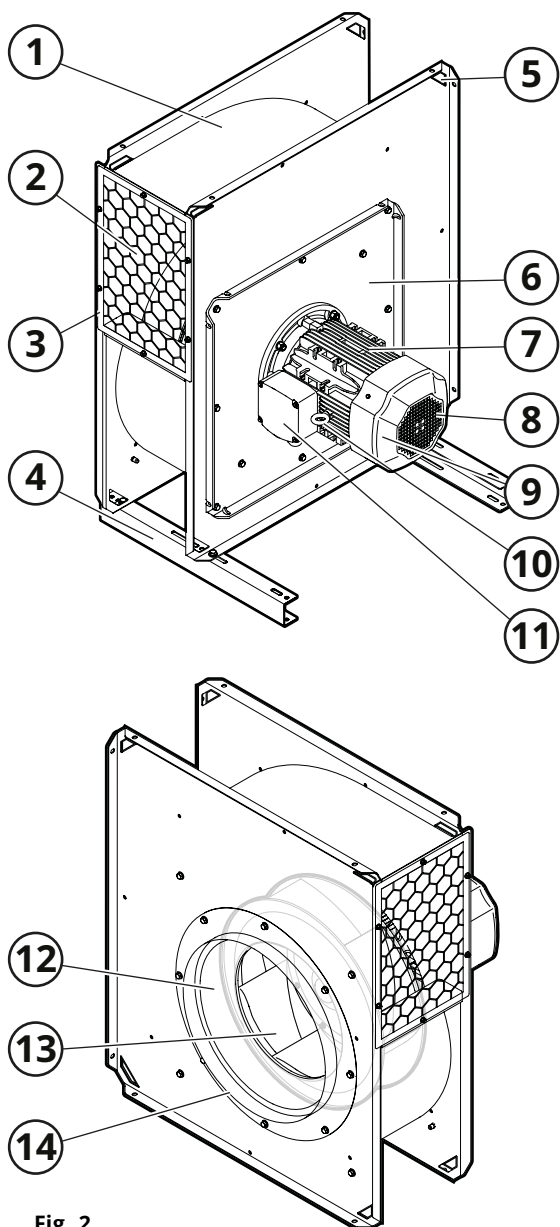

Fig. 2
См. Fig. 2.
Воздух всасывается через впускное отверстие (14, Fig. 2) к центру вентиляторного колеса (13). Затем воздух всасывается через вентиляторное колесо и эвакуируется через выпускное отверстие вентилятора (2).